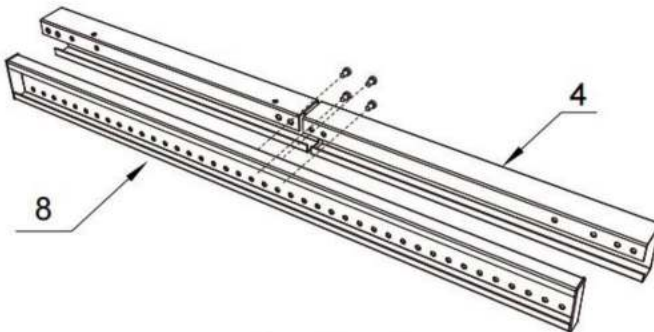

Figure 3
4. Fixez avec 4 vis à tête cruciforme M5*10 () dans le trous dans les supports d'angle et les sections centrales. (Figure 3)